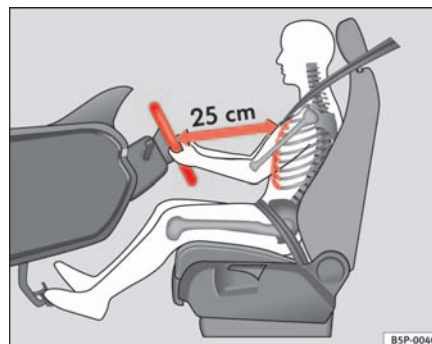

Fig. 92 Position de conduite correcte
- Réglez le volant jusqu'à ce que vous obteniez la position souhaitée $\Rightarrow$ fig. 92.
- Réglez le siège du conducteur ou le volant de sorte que la distance entre celui-ci et votre thorax soit au moins de 25 cm ⇒ page 133, fig. 92. Si vous ne respectez pas cette distance minimale, le système d'airbags est dans l'incapacité de vous protéger – danger de mort !